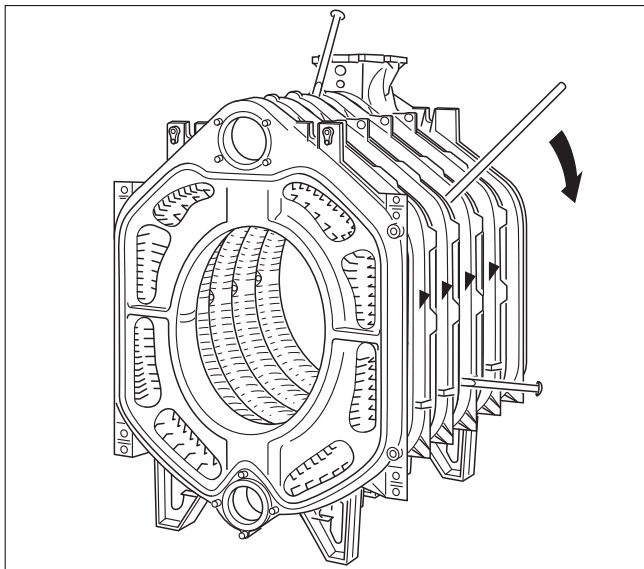

Рис. 25 Разъединение секций котла
- ▶ Вставьте (забейте) клинья или зубило в предусмотренные для этого места, вверху и внизу между секциями и разберите котловой блок в месте утечки (→ рис. 25).